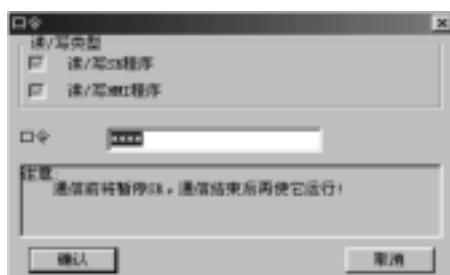

图 4. 27 确认密码
- 鼠标左键单击“控制器”菜单下的“写入SR”选项；或点击工具栏中的“”按钮，弹出如图 4. 27 所示的对话框，输入您设置的密码（注：出厂的初始密码为 0001）。